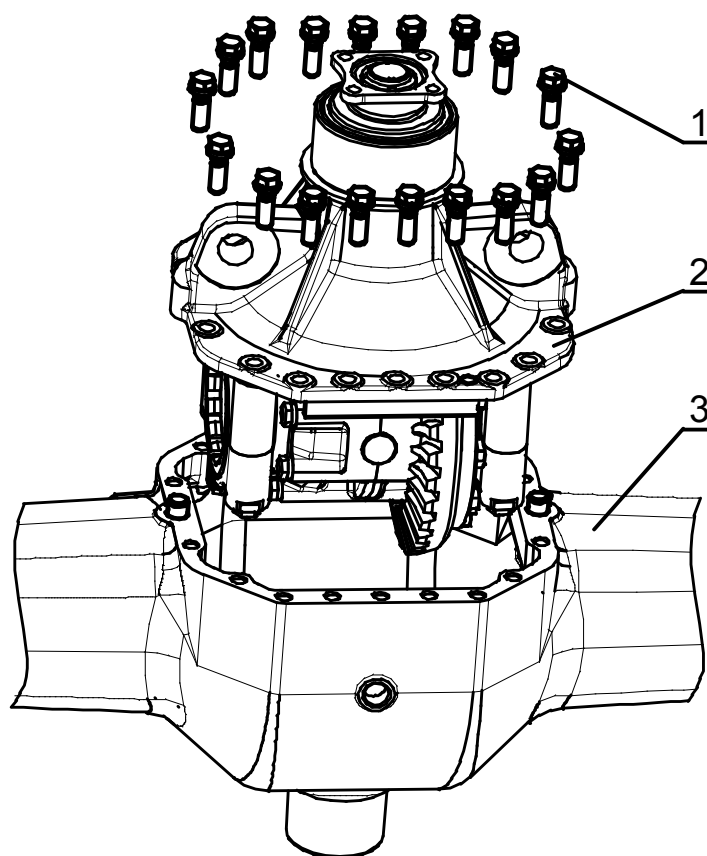

Рис.5.18
1) отверните болты (1), (рисунок 5.18), крепления корпуса центрального редуктора (2) и балки ПВМ (3);
2) вверните болты в демонтажные отверстия М14 корпуса (2), (рисунок 5.18), и выпрессуйте, с их помощью, центральный редуктор, предварительно достав полуосевые валы;